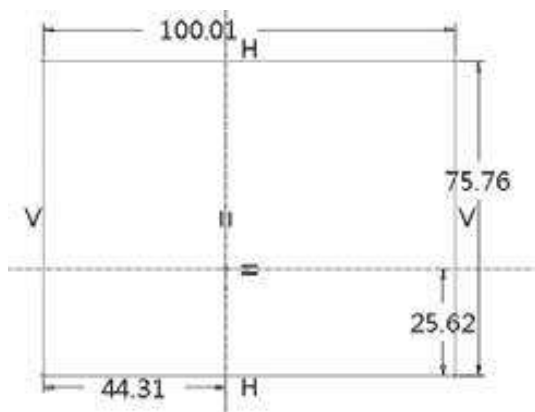

图1-10 绘制任意矩形
Step 14 单击“矩形”按钮 ，任意绘制一个矩形，单击鼠标中键，如图1-10所示。